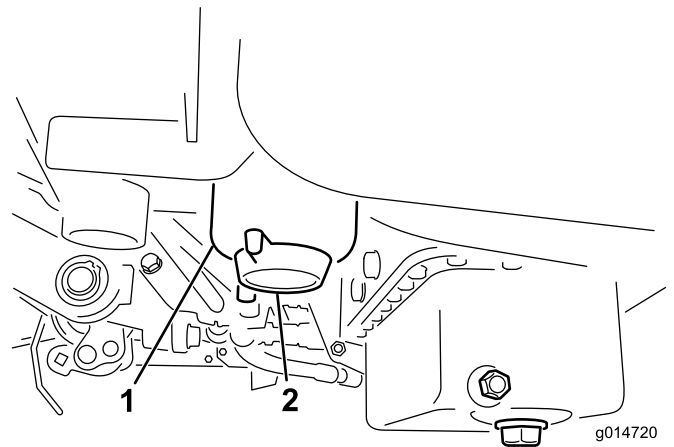

Bild 50
2. Reinigen Sie den Anbaubereich der Filterglocke (Bild 50).
4. Öffnen Sie das Filterablassventil (Bild 50).